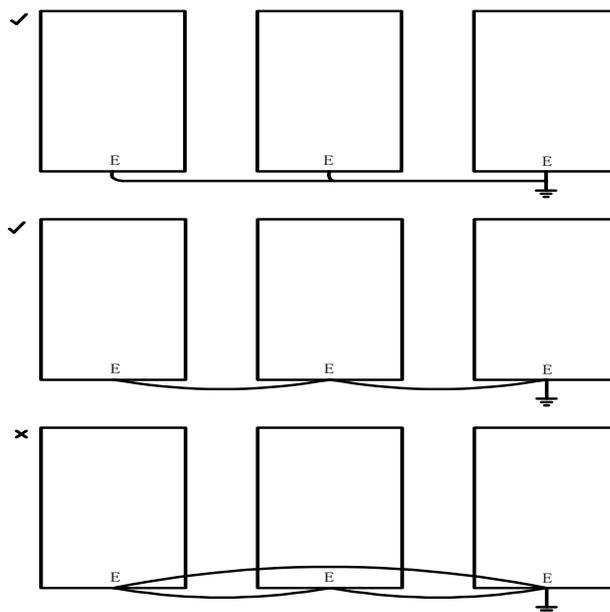

图 3-13 接地线连接方法
- iv. 同时使用两台以上变频器的场合，请勿将接地线形成回路。正确接地方法与错误接地方法如图 3-13 所示。